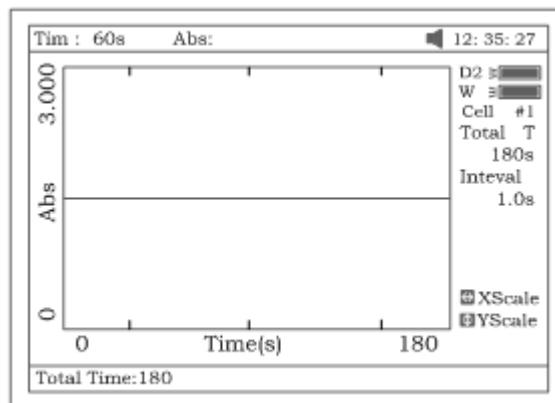

Рисунок 54
1. Нажмите клавишу **[F1]**, чтобы войти в поля «Суммарное время» (Total Time), «Время задержки» (Delay Time), «Интервал времени» (Time interval) и введите значения с цифровой клавиатуры (рис.54).